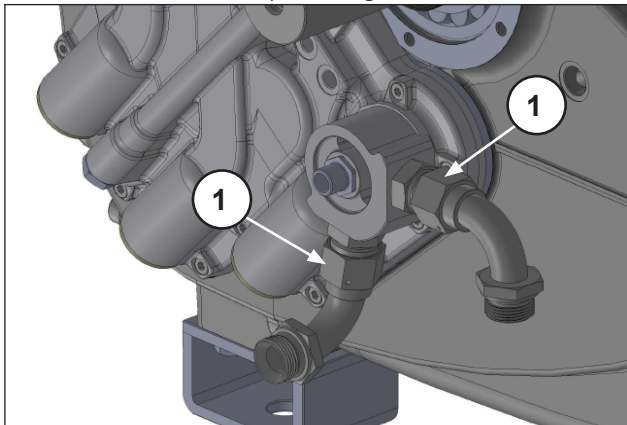

Fig. 18
Desenroscar y desmontar los dos codos de conexión con los tubos del intercambiador (pos. ①, Fig. 18).